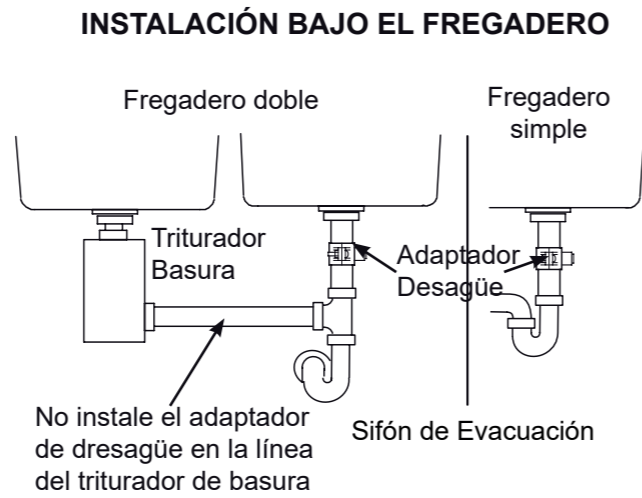

FIG. 6
**Instalar la abrazadera de desagüe incluida con el aparato (ver fig. 6 y 7).** Esta debe instalarse en caso de una instalación bajo el fregadero. La abrazadera de desagüe se instala en el tubo de evacuación del fregadero, por encima del sifón (Ver fig. 6).
El adaptador de drenaje incluido con su sistema RO está diseñado para ajustarse a un tubo de desagüe de diámetro de 1-1/2 «(3.8 cm). La abrazadera de evacuación se instala siempre en el tubo de evacuación, por encima o antes del sifón (fig. 6). Asegurarse de respetar la reglamentación local en materia de fontanería.